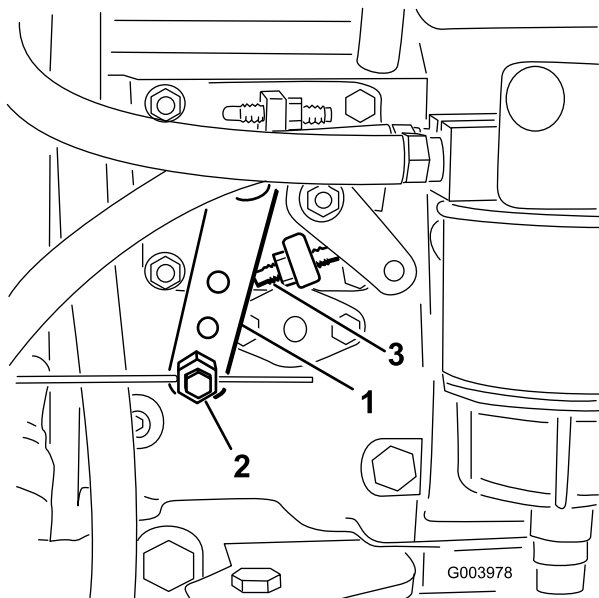

図 62
2. インジェクション・ポンプのレバー・アームの所にあるスロットル ケーブルのコネクタをゆるめる (図 62)。